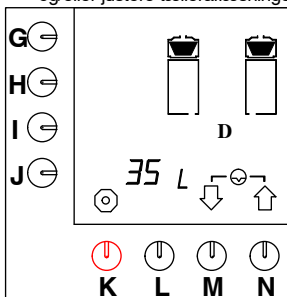

Fig. 40 Nulstilling af kaffebryggerens daglige tæller
- Tryk på valgknappen (M.) ↓, indtil fig. 40 vises i displayet.